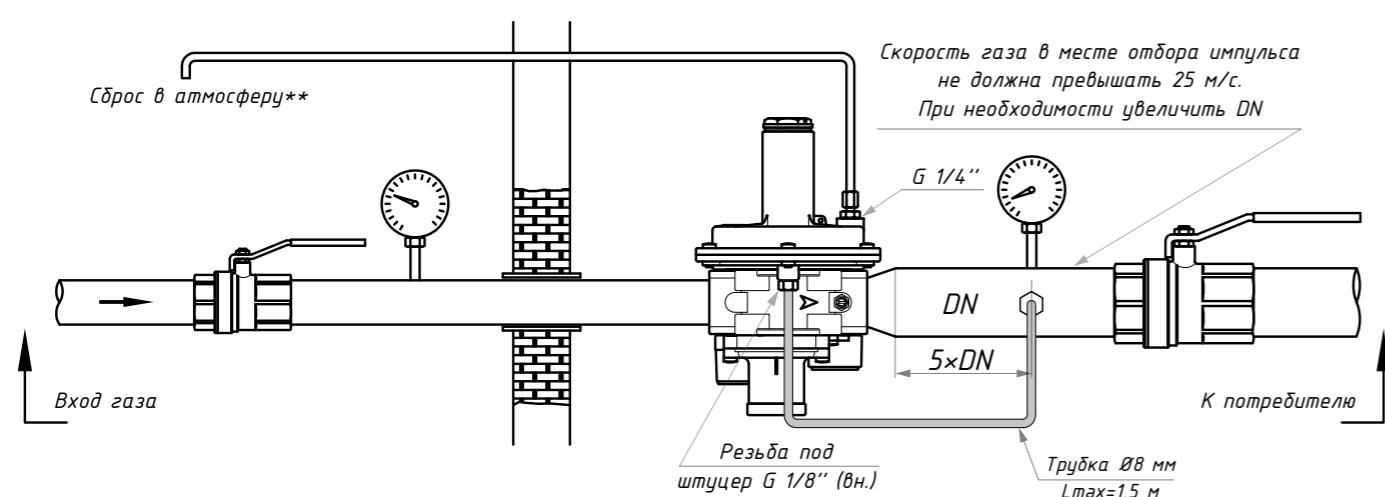

Рис. 9
- Он может быть установлен в любом положении, даже если установка предпочтительнее, как в 6.4 (пример монтажа). На регуляторе со стороны выхода имеется золотник отбора давления (23) для удобства выполнения настройки параметров работы регулятора;
- В версиях СТАНДАРТ для получения расхода газа более 30 нм³/ч необходимо подключить внешнюю импульсную линию в регулятор с разъемом G 1/8" (см. Схему монтажа рис. 9). Для этого необходимо снять заглушку (30) (см. рис. 4);
- Вывести трубуброса от сбросного клапана (как показано в 4.6) в атмосферу согласно действующим нормам правилам, сняв пылезащитный колпачок (25);